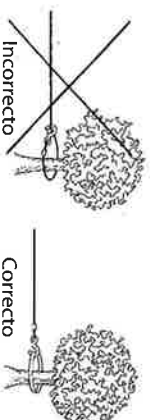

Figura 4
9. **NUNCA HAGA UN LAZO CON EL CABLE** ya que podría dañarse. Utilice una eslinga de nylon (Figura 4).